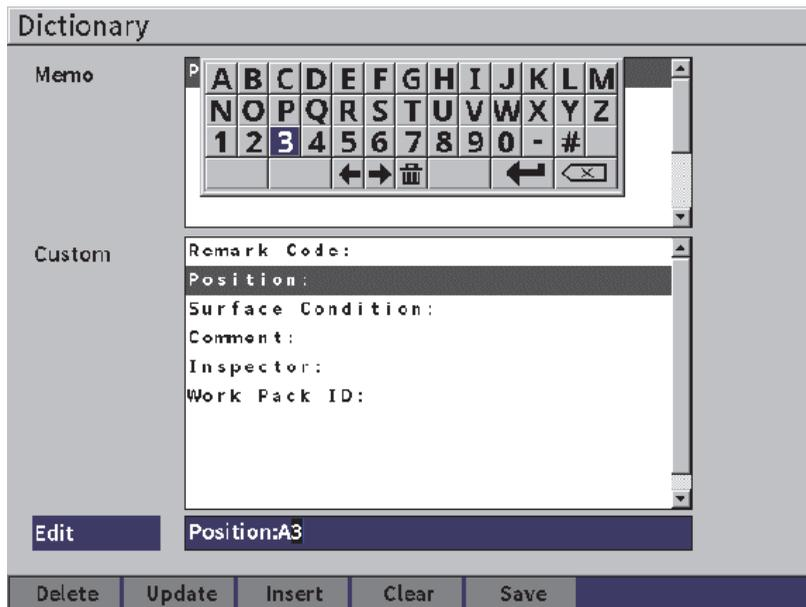

Figure 9-21 Page Lexique — Modification d’une étiquette
7. À l'aide du clavier virtuel, de la molette et de la touche d'entrée, saisissez vos modifications (jusqu'à 32 caractères) [voir Figure 9-21 à la page 148].